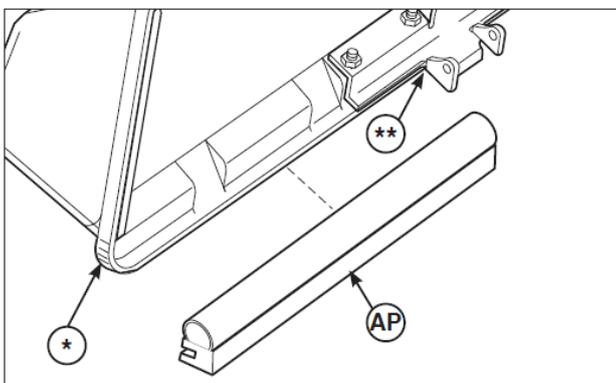

図 30
4. カバーエッジ (図 30 の AP) を、グラスキャッチャーの内側のヒンジの左側の端 (*) からカバー Assy の角 (**) に向けてはめ込んでください。